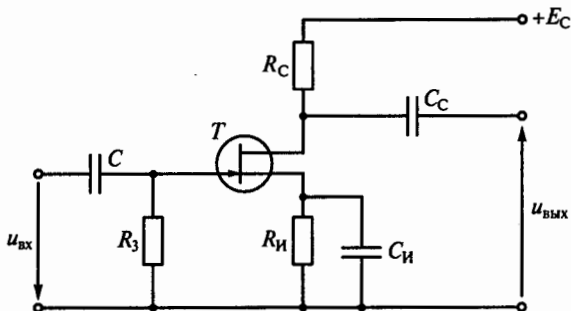

Рис. 206
8.23. На рис. 206 приведена схема усилительного каскада на полевом транзисторе с общим истоком. Какое соотношение между выходным  $R_{\text{вых}}$  и входным  $R_{\text{вх}}$  сопротивлениями справедливо для этого каскада?
8.25. В схеме усилительного каскада на рис. 206 использована температурная стабилизация с помощью цепочки  $R_{\text{И}}$ ,  $C_{\text{И}}$ . Каким должно быть емкостное сопротивление  $x_{C_{\text{И}}}$  конденсатора с емкостью  $C_{\text{И}}$ , чтобы не изменился коэффициент усиления каскада по напряжению?